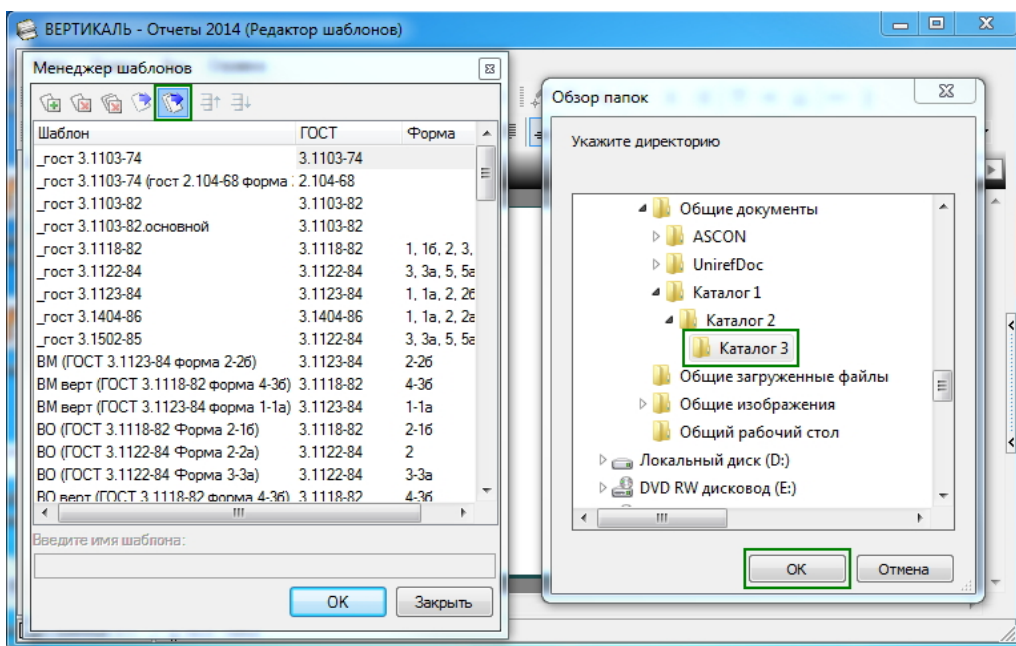

Рис. 3.2
2. С помощью приложения ВЕРТИКАЛЬ-Отчеты, открытого в режиме Редактор шаблонов, скопируйте на диск шаблоны отчетов с сервера (рис. 3.2). Для этого: